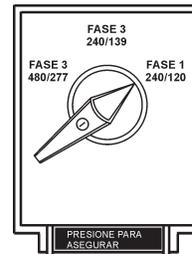

Figura 41. Interruptor selector de voltaje
5. Coloque el **interruptor selector de voltaje** en la posición de voltaje deseada (Figura 41).